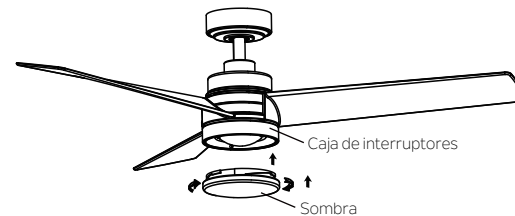

Fig. 21
Paso 4. Sujete la pantalla a la caja de interruptores haciéndola girar en sentido horario. No ajuste en exceso. (Fig. 21)